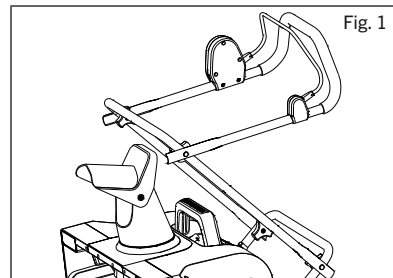

Fig. 1
1. Pour faciliter l'assemblage, l'appareil est livré avec la plupart des pièces déjà connectées. Pour terminer l'assemblage de la poignée, tirez simplement le cadre central vers l'arrière et tirez le cadre supérieur vers le haut. (fig. 1).